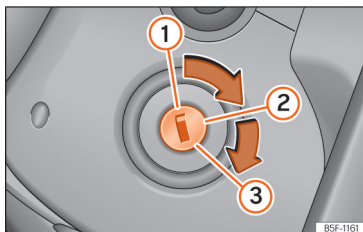

Fig. 129 Posições da chave da ignição.
Posições da chave »» **Fig. 129**
- Rode a chave para a posição »» Fig. 129 ②.
- Continue a rodar a chave para a posição »» Fig. 129 ③ sem pressionar o acelerador.
- Quando o motor arrancar, solte a chave. Ao soltá-la, a chave volta para a posição ②.
- *Veículos com fechadura de ligação:* Rode a chave até à posição » » » Fig. 129 ①.